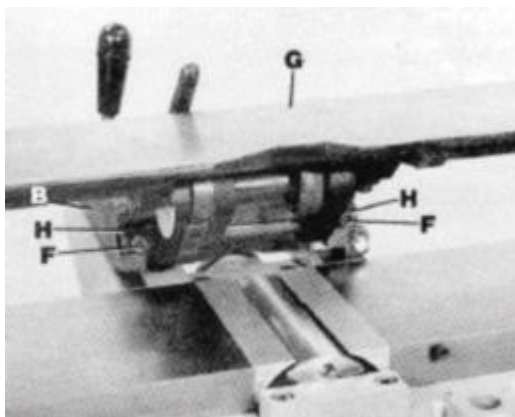

Рис. 8 Сборка ограждения
3. Соберите ограждение (G), Рис. 8, с поворотными кронштейнами (H) на салазках (B), используя два винта с углублением под ключ 1 - 3 / 16" (F), снятые на ШАГЕ 2.